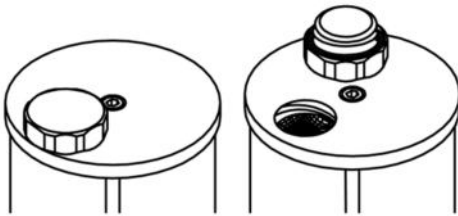

Fig. 8 : Récipient de 0,8 litre avec couvercle rotatif
- Récipient de 0,8 litre : Ouvrir le couvercle rotatif (filetage grossier et étanchéité par joint torique) et déposer le couvercle sur la bride supérieure (fig. 8, protection contre les pertes).